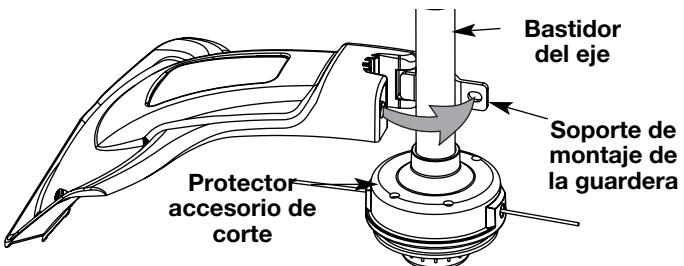

Fig. 1
- Coloque el protector del accesorio de corte en el bastidor del eje. Cerciórese de que el soporte de montaje de la guardera se deslice en la ranura situada en el borde del protector de corte. Gire el protector en sentido antihorario hasta que quede en su lugar (Fig. 1). Los orificios en el soporte de montaje de la guardera y el protector del accesorio de corte se alinearán.